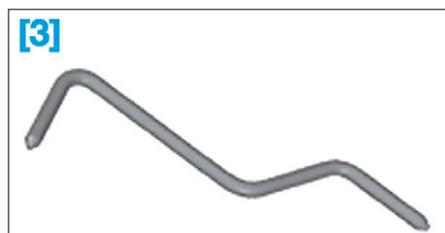

FIG. 3
- [3]. Pige de calage du volant moteur (réf. 0188-Y) (Fig.3).